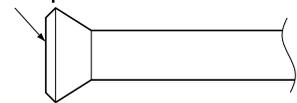

Fig. 10
- Per collegare il dado svasato, applicare olio di estere oppure olio di etere all'interno della sezione svasata e ruotare la parte girevole del dado 3-4 volte manualmente prima di avvitare. **(Fare riferimento alla Fig. 10)**